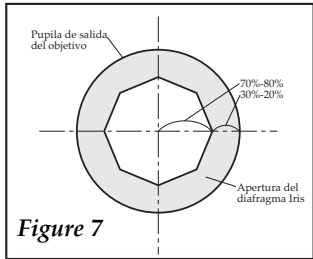

Figure 7
- ◆ Enlever l'oculaire et observer la pupille de sortie de l'objectif à travers du tube, en réglant l'ouverture du diaphragme. En général, il est préférable de mettre l'ouverture du diaphragme entre 70-80% de l'ouverture numérique de l'objectif (fig. 7).
- ♦ Se retira el ocular y se observa la pupila de salida del objetivo a través del tubo vacío, ajustando la apertura del diafragma, generalmente es preferible dejar la apertura del diafragma sobre el 70-80% de la apertura numérica del objetivo (fig. 7).